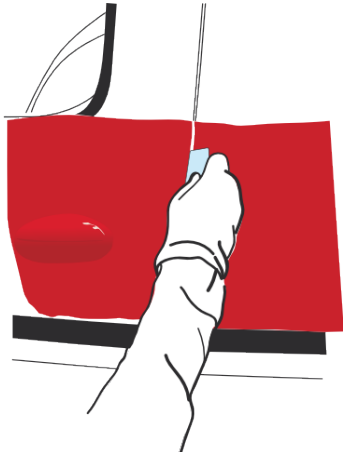

Abbildung 35
- › Beenden Sie die Arbeit, indem Sie mit der Rake über den Zuschnitt fahren. Neigen Sie die Rake in die Verlängerung des schmalen Randes (Abb. 35). Die Folie ist gut auf den Kanten, Rundungen, angrenzenden und gegenüberliegenden Seiten anzubringen.